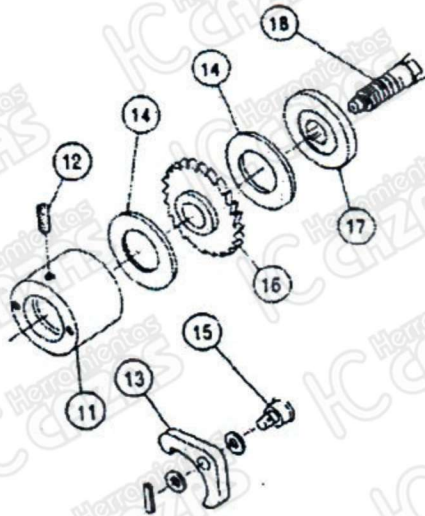

Fig. 8
- Cuando el espesor de los discos de frenado (No. 14) se han desgastado de 3.5 mm a 2.6 mm, estos discos necesitan ser reemplazados (ver fig. 8). Cuando se está ensamblando, ponga atención a la superficie de contacto entre los discos y sus partes de fricción vecinas. Que no haya agua o grasa. Conserve el área de frenado limpia y seca.